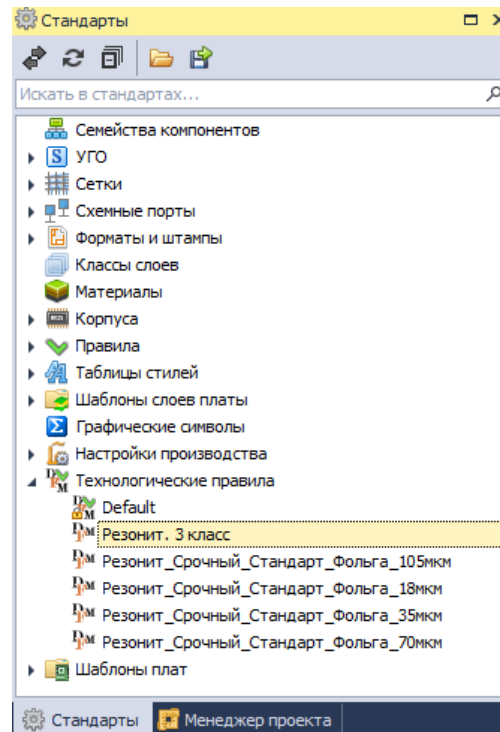

Рис. 389 Отображение созданного шаблона правил
4. По завершению сохраните настроенные параметры выбрав инструмент «Сохранить» либо нажав горячую клавишу (Ctrl+S), после чего новый шаблон появится в дереве, Рис. 389.